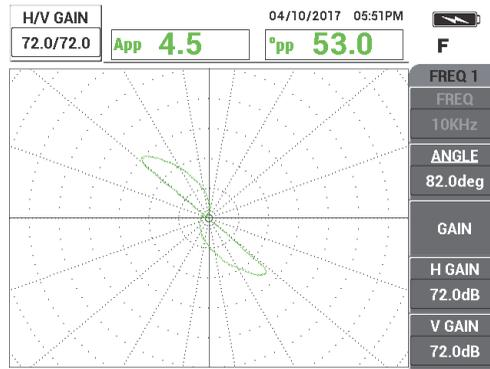

Figura 5-162 Regolazione del guadagno della frequenza 1
4. Premere il tasto **GAIN (dB)** ed in seguito aumentare il guadagno della frequenza 1 fino a quando il segnale del foro raggiunge circa 6 frazioni verticali in altezza (vedere Figura 5-162 a pagina 256).